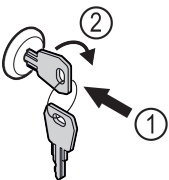

Fig. 87 Beispielhafte Darstellung
- ▶ Schlüssel hineindrücken Fig. 87 (1).
- ▶ Schlüssel um 90° im Uhrzeigersinn drehen Fig. 87 (2).